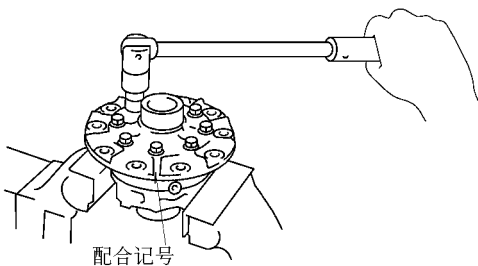

图 14-155 在 LH 和 RH 壳上作上配合记号
1) 在 LH 和 RH 壳上作上配合记号, 旋下 8 个螺栓, 如图 14-155 所示。